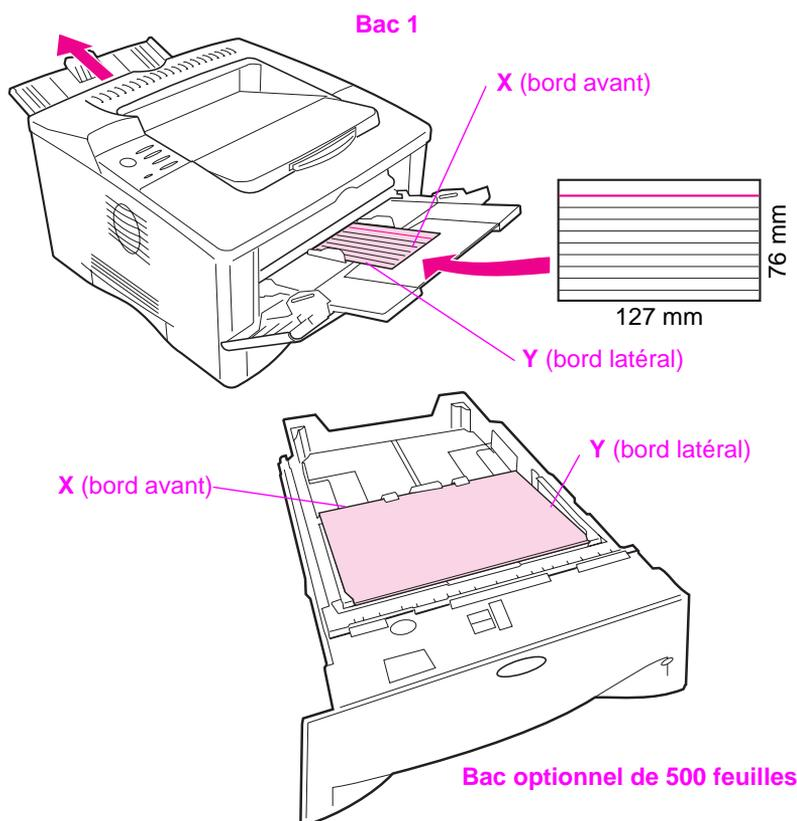

Figure 18 Impression sur du papier de format non standard
- 3 Dans le menu Impression, réglez la dimension X (bord avant du papier) comme illustré à la Figure 18. X doit être compris entre 76 et 312 mm pour le bac 1 et entre 148 et 297 mm pour le bac optionnel de 500 feuilles. Réglez la dimension Y (bord latéral du papier) comme illustré à la Figure 18. Y doit être compris entre 127 et 470 mm pour le bac 1 et entre 210 et 432 mm pour le bac optionnel de 500 feuilles.